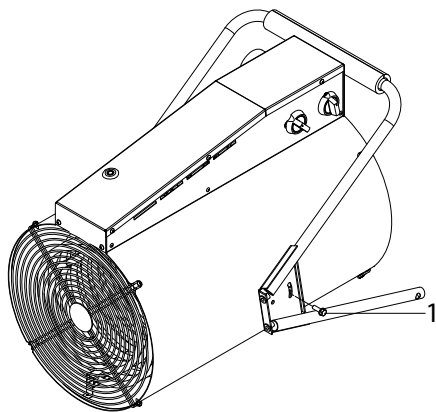

Рис. 1
Изделие находится в транспортировочном положении (Рис. 1) Для приведения прибора в рабочее положение необходимо выкрутить болт М6х20 (2 шт.) (1), как указано на рис. 1.